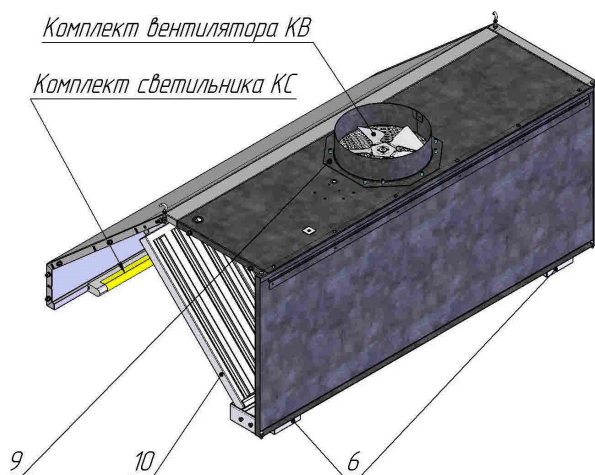

Рис.2
4.5.6. Установку фильтров поз.10 и лотков поз.6 произвести согласно Рис. 2.
4.5.7. При наличии комплекта вентилятора КВ (заказывается дополнительно для каждого зонта). Комплект вентилятора разместить внутри зонта. Раскрутить крепеж фиксатора поз. 9 (Рис. 2), совместить комплект вентилятора с отверстиями в крышке зонта и зафиксировать, затянув крепеж.
4.5.8. При наличии освещения (заказывается дополнительно) установку комплекта светильника производить согласно Рис. 2. Закрепить на вставке кожуха при помощи винтового соединения М3 и направляющей, входящими в комплект светильника. Последовательное соединение и подключение ламп производить при помощи перемычки и шнура, входящими в комплект светильника. Для подключения шнур продеть через специальные отверстия в коробе зонта.